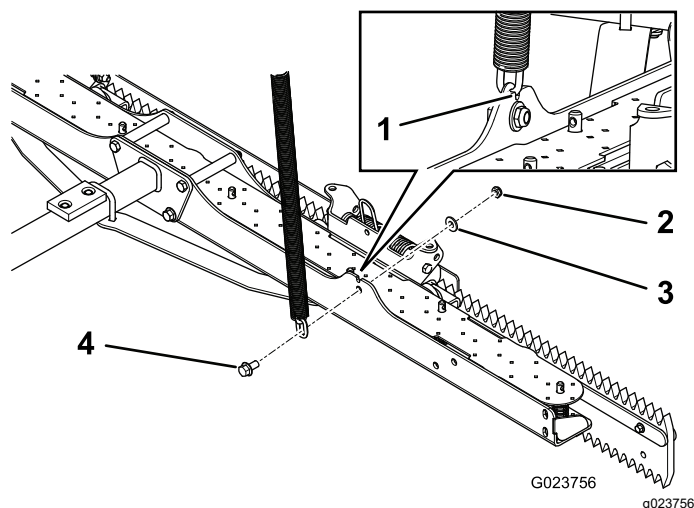

図 8
穴の上のスロットから動かないように、図 8に示す状態にしてください。
1. 昇降チェーンにボルト3/8 x 3/4 インチを差し込んでボトム・プレートに固定するワッシャ3/8 インチとロックナット3/8 インチを使用する図 8を参照。